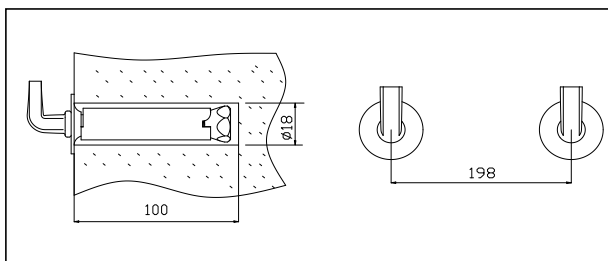

图 6
- 3) 根据图 6 所示尺寸在墙体上钻两个 $\Phi 18\text{mm}$, 深 100 mm 的孔, 两孔应在同一水平线上, 将膨胀螺栓塞入孔中, 用扳手旋紧, 挂钩方向垂直向上。